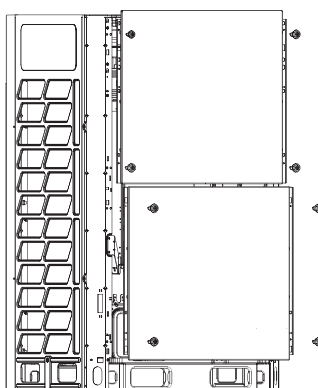

Рис. 4-18
2. Демонтаж верхней панели: выкрутите четыре винта верхней панели с левой и правой стороны (рис. 4-18) и затем поднимите её на 3 мм для снятия верхней панели.